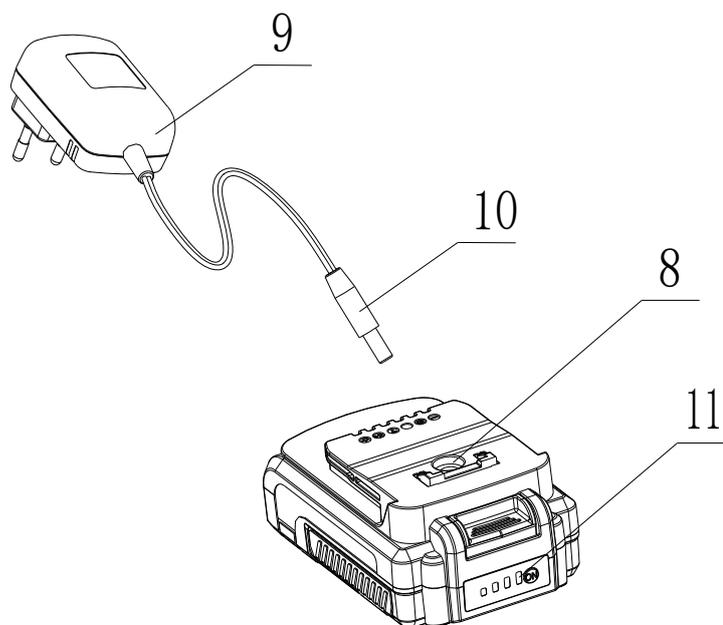

Fig 1
(1) Подключите зарядное устройство 9 к соответствующей сетевой розетке переменного тока.
(2) Вставьте вилку зарядного устройства 10 в гнездо 8 аккумуляторного блока, как показано на рис. 1, убедившись, что вилка полностью вставлена в гнездо. Четыре светодиода 11 начинают мигать, что означает, что аккумулятор заряжен.